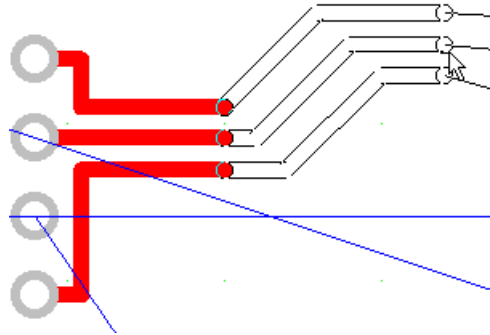

Рис. 9-38. Прокладка сегмента шины
3) Далее при нажатой левой клавише мыши движением курсора производится формирование требуемого сегмента шины, как показано на рис. 9-38. Использование движения курсора при нажатой клавише мыши удобно тем, что при этом за курсором тянется контур формируемого сегмента и можно визуально проконтролировать его положение и форму.